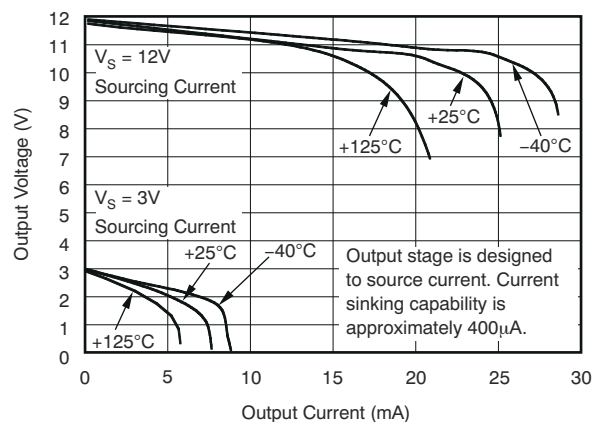

図 6-7. 正の出力電圧スイングと出力電流との関係
(1) オフセットは、 V_{SENSE} が 20mV および 100mV の時の出力測定値から外挿されます。
(2) 総出力誤差には、ゲイン誤差と V_{OS} の影響が含まれています。
(3) 線形性は、直線に最もよく適合します。
- (4) この領域の動作の詳細については、セクション 8.4 の「精度の変動」セクションを参照してください。
(5) 図 6-7 を参照してください。
(6) 設計により規定されています。